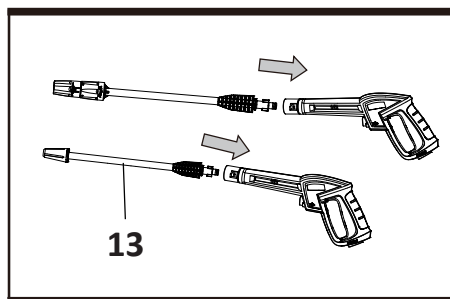

Рис. H2
3. Вставьте трубку в пистолет и поверните ее на 1/4 оборота (см. рис. H2).